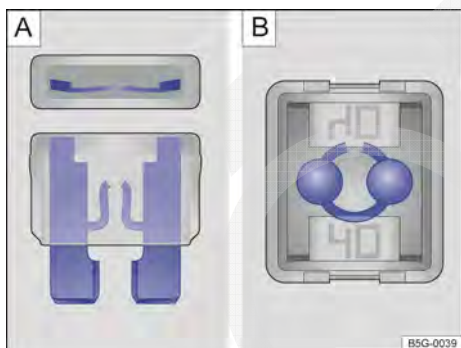

Fig. 284 Fusível queimado: **A**) fusível plano, **B**) fusível de bloqueio.
- Um *fusível plano (ATO®, MINI®)* queimado é reconhecido de cima ou de lado pela carcaça transparente nas faixas metálicas derretidas → Fig. 284 **A**.
- Um *fusível de bloqueio (JCASE®)* queimado é reconhecido pelas faixas metálicas derretidas por cima da carcaça transparente → Fig. 284 **B**.